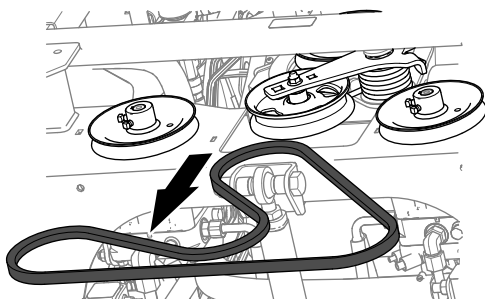

**Figure 90**
2. En bas à l'avant du moteur, insérez une clé à douille ou une poignée articulée dans le bras de la poulie de tension, et déplacez le support vers le haut pour détendre la courroie (Figure 90).